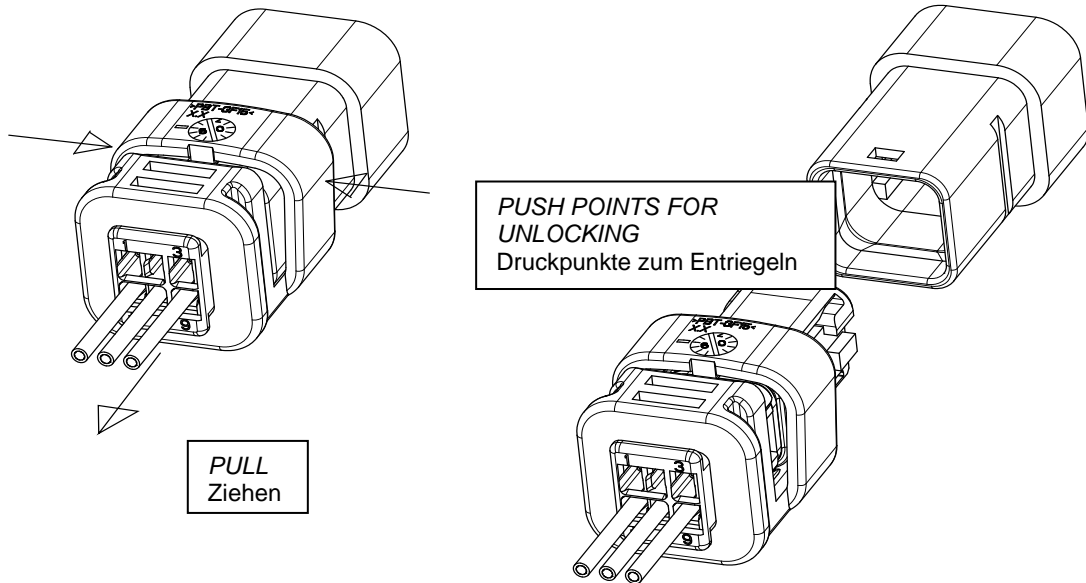

Fig.8
*DEPENDING ON THE VERSION THE CONNECTORS EITHER DO LOCK, WITH OR WITOUT A CPA, OR DO SNAP ON THE COUNTERPART. BY CONNECTORS THAT LOCK AS SHOWN IN FIG.8. THE LOCKING HAS TO BE UNLOCKED WHEN PULLING.*
Je nach Ausführung gibt es Steckverbinder die am Gegenstück verriegeln, mit oder ohne einer CPA, oder Steckverbinder die verrasten. Bei Steckverbindern die verriegeln, wie in Fig.8 dargestellt, ist zum Trennen des Steckers die Verriegelung zu entriegeln und zu ziehen.